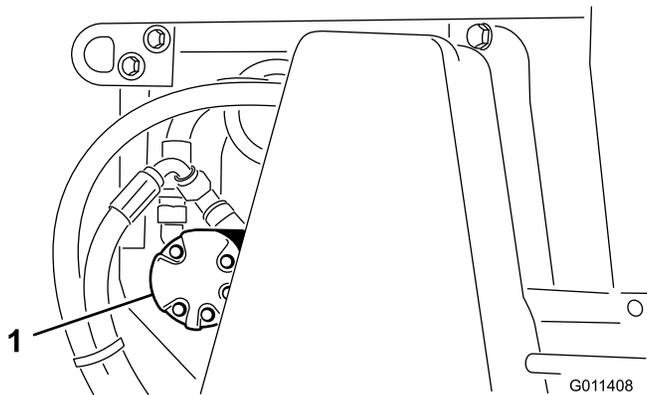

図 23
2. ブラシモータ（図 23）を機体左側に固定しているナットをゆるめる。